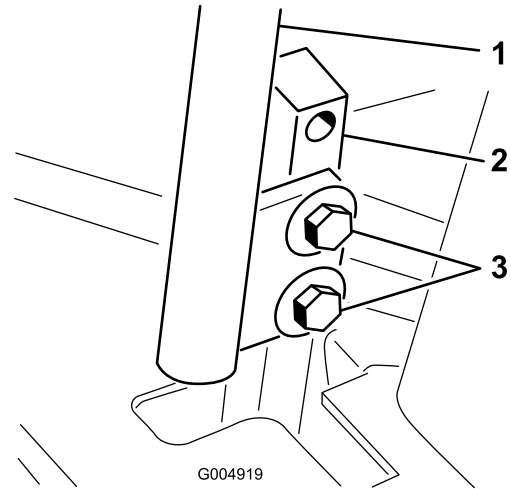

図 58
3. コントロールレバーを固定しているボルトをゆるめる(図 58)。